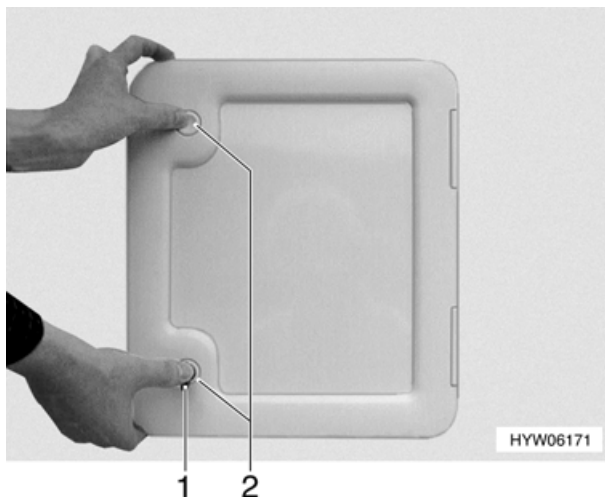

Fig. 89 Apertura dello sportello della cassetta Thetford
Lo sportello della cassetta Thetford (Fig. 89) si trova all'esterno del caravan:
- Aprire la serratura a pressione (Fig. 89,1) con la chiave.
- Premere contemporaneamente entrambe le serrature a pressione (Fig. 89,2) e aprire lo sportello della cassetta Thetford.